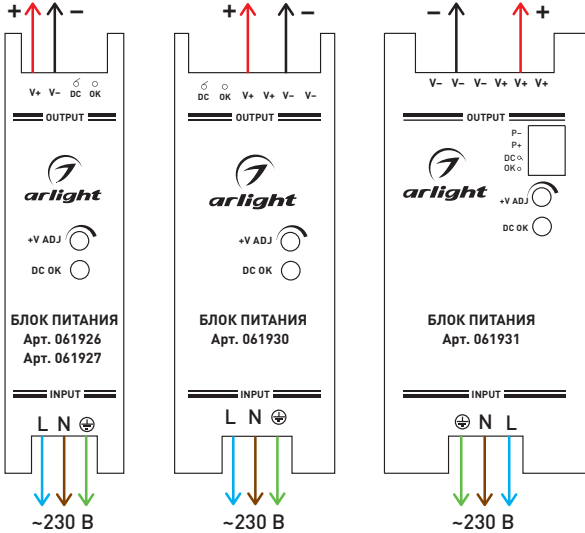

Рис. 1. Схемы подключения источников напряжения
- 3.5. Подключите входные провода источника напряжения к обесточенной электросети, соблюдая маркировку: L (фазовый) — коричневый провод, N (нулевой) — синий провод, ⊕ / PE (заземление) — желто-зеленый (рис. 1.).